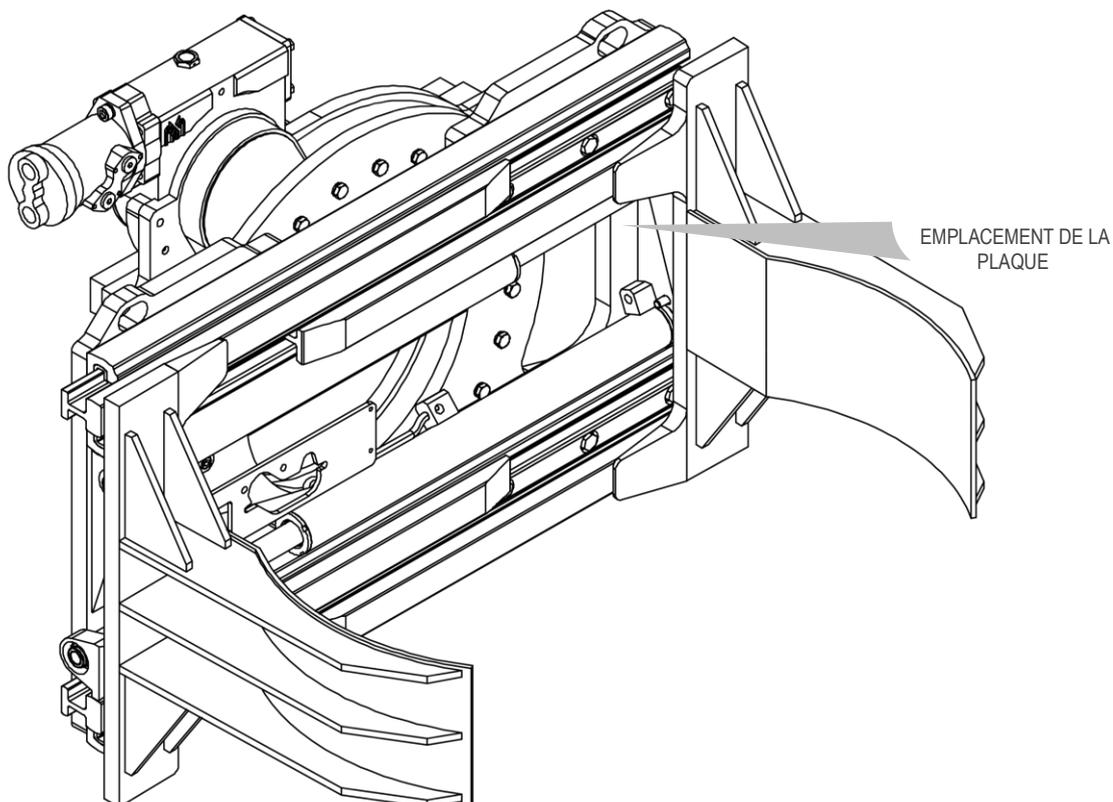

Figure 1
Tous les équipements A.T.I.B. - « PINCE TOURNANTE 360° POUR UN OU DEUX FÔTS TYPE 301.474.160 | POUR DEUX OU QUATRE FÔTS TYPE 301.474.190 » sont identifiés à l'aide d'une plaque adhésive (voir *Tableau 1*) placée sur l'équipement (l'emplacement de la plaque d'identification peut changer en fonction de l'équipement, voir *Figure 1*). Toujours se référer au numéro de série.
5. Pour la manutention, utiliser des sangles ou des chaînes dont les dimensions sont adaptées au poids de l'équipement, comme indiqué sur la plaque d'identification (voir *Figure 1* et *Tableau 1* page6).
10. Raccorder le circuit hydraulique en s'assurant que la pression de service des tuyaux est supérieure ou égale à la pression indiquée sur la plaque d'identification (voir Figure 1 et Tableau 1 page 6).
6. Pour la manutention, utiliser des sangles ou des chaînes dont les dimensions sont adaptées au poids de l'équipement, comme indiqué sur la plaque d'identification (voir Figure 1 et Tableau 1 pag.6).